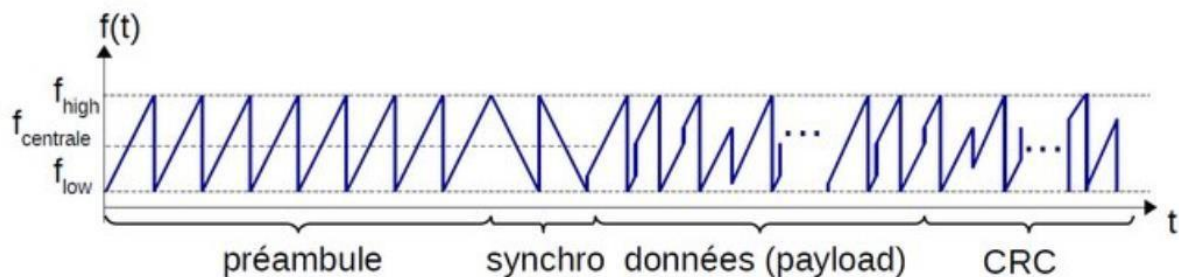

Figure 1 : trame LoRa
- La bande passante est la largeur de la bande de fréquence autour de votre fréquence porteuse qu'utilisera votre communication LoRa pour vos transmissions de donnée ($f_{high} - f_{low}$ sur la figure 1)
- Le spreading factor (SF) est la technique de modulation propre à LoRa. Elle indique combien de bits d'information contiendra chaque symbole de votre modulation LoRa